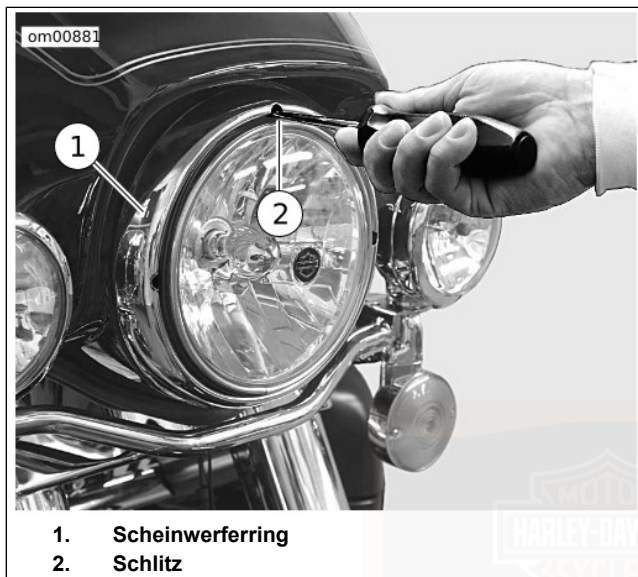

Abbildung 62. Scheinwerfering: 2007 Touring-Modelle
1. Siehe Abbildung 62. Kreuzschlitzschraubenzieher zwischen Scheinwerfergehäuse und Gummidichtung einsetzen.